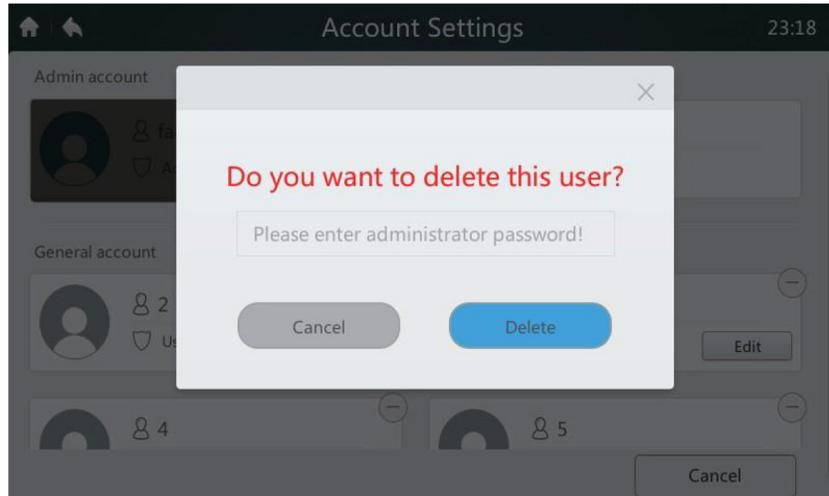

Figura 50.
5. Ingresar el nombre del administrador en el cuadro que aparece en la **Figura 50**. Pulsar el botón **"DELETE"** para borrar el usuario. Pulsar el botón **"CANCEL"** para cancelar el borrado.